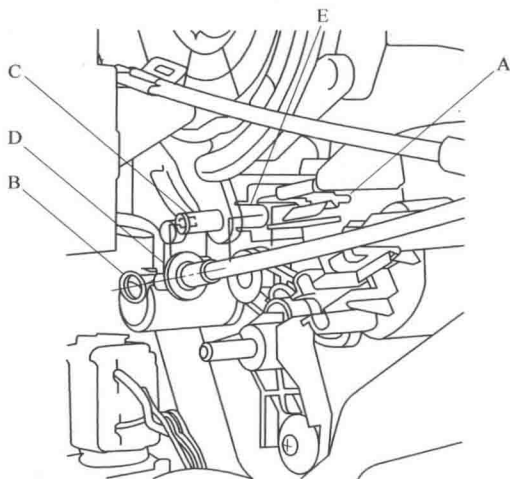

图 2-3 断开送风模式控制拉索
① 断开送风模式控制拉索
b. 如图 2-3 所示, 从卡夹 A 上松开模式控制拉索壳体, 并从模式控制连杆 C 上断开内拉索 B。